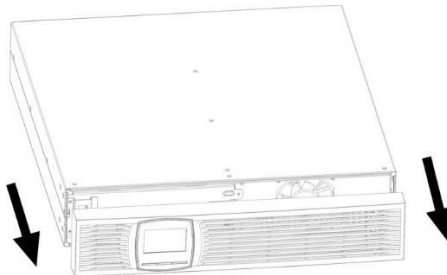

Abbildung 21: Entfernen der Frontblende
1. Entfernen Sie die Frontblende (s. Abbildung 21). Ziehen Sie hierzu die Blende nach vorne.